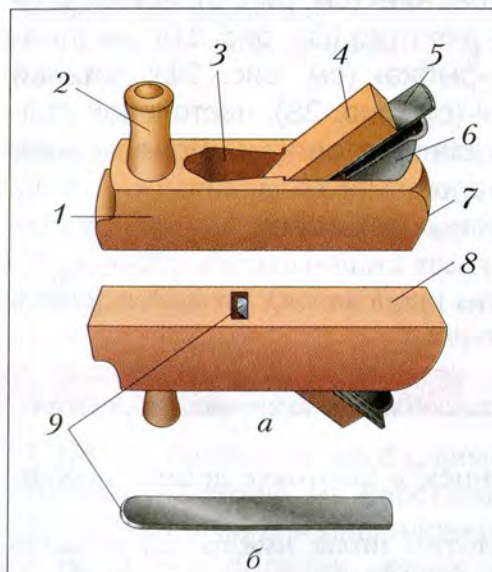

Рис. 32. Шерхебель: а – общий вид;
*Шерхебель* (рис. 32, а) служит для предварительного (чернового) стругания заготовок вдоль и поперёк волокон.
Нож 5 шерхебеля имеет лезвие 9, заточенное полукругом (рис. 32, б).